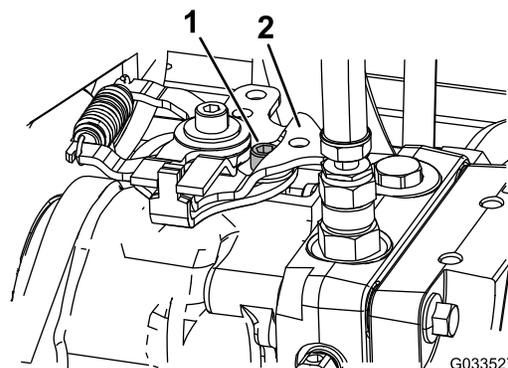

図 42
3. 走行用油圧ポンプ車両中心部側で、コントロールアームからリンクを取り外す 図 42。